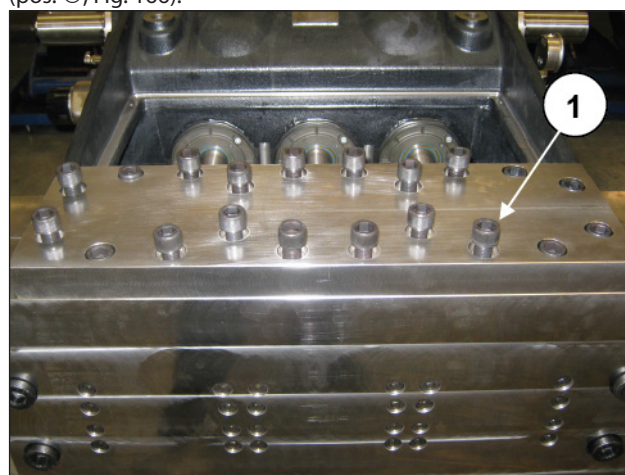
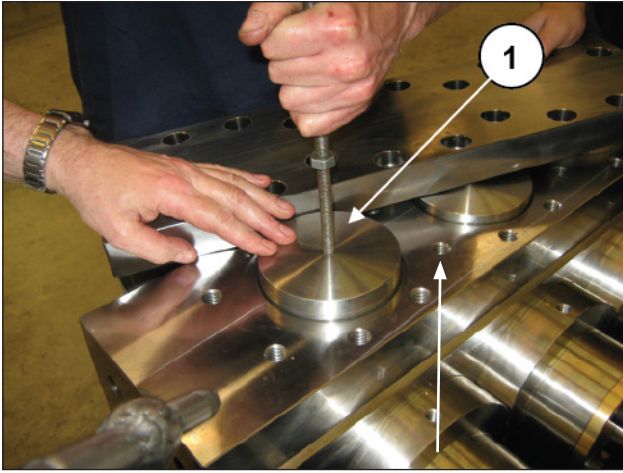

Fig. 165
Fig. 166
Solte os parafusos M16 e remova a cobertura da válvula (pos. ①, Fig. 165). Sucessivamente, extraia os tampões da válvula mediante o uso de um extrator de mecanismo de percussão para aplicar o furo M10 da tampão da válvula (pos. ①, Fig. 166).